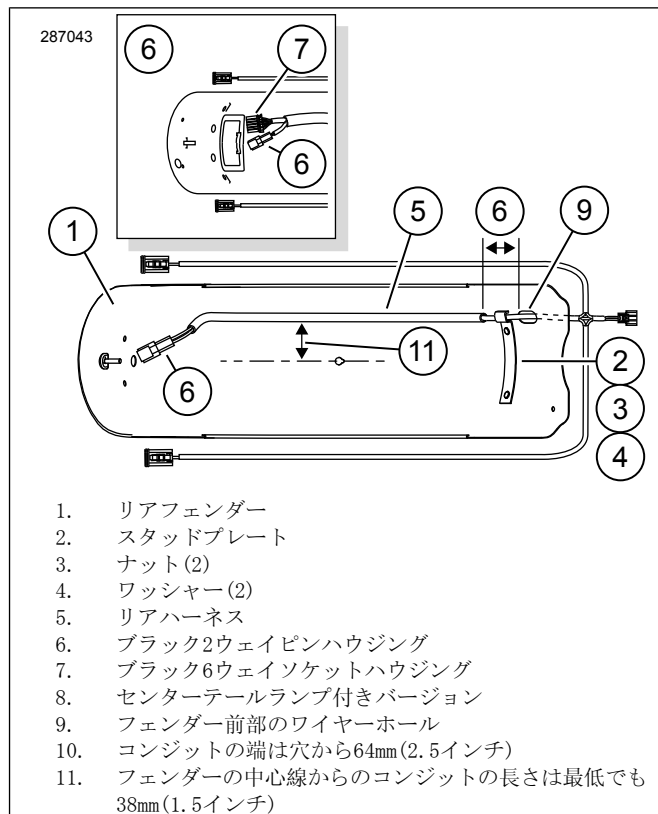

図2。リアフェンダーハーネスの取り付け
1. 図2を参照してください。 図を参照にして、フェンダー(1)の下側をハーネスマウントバスに沿ってイソプロピルアルコールと蒸留水を1対1で混合した液体で清掃します。完全に乾燥させます。溶剤や強力な薬品は塗装面を傷つける恐れがあるため使用しないでください。